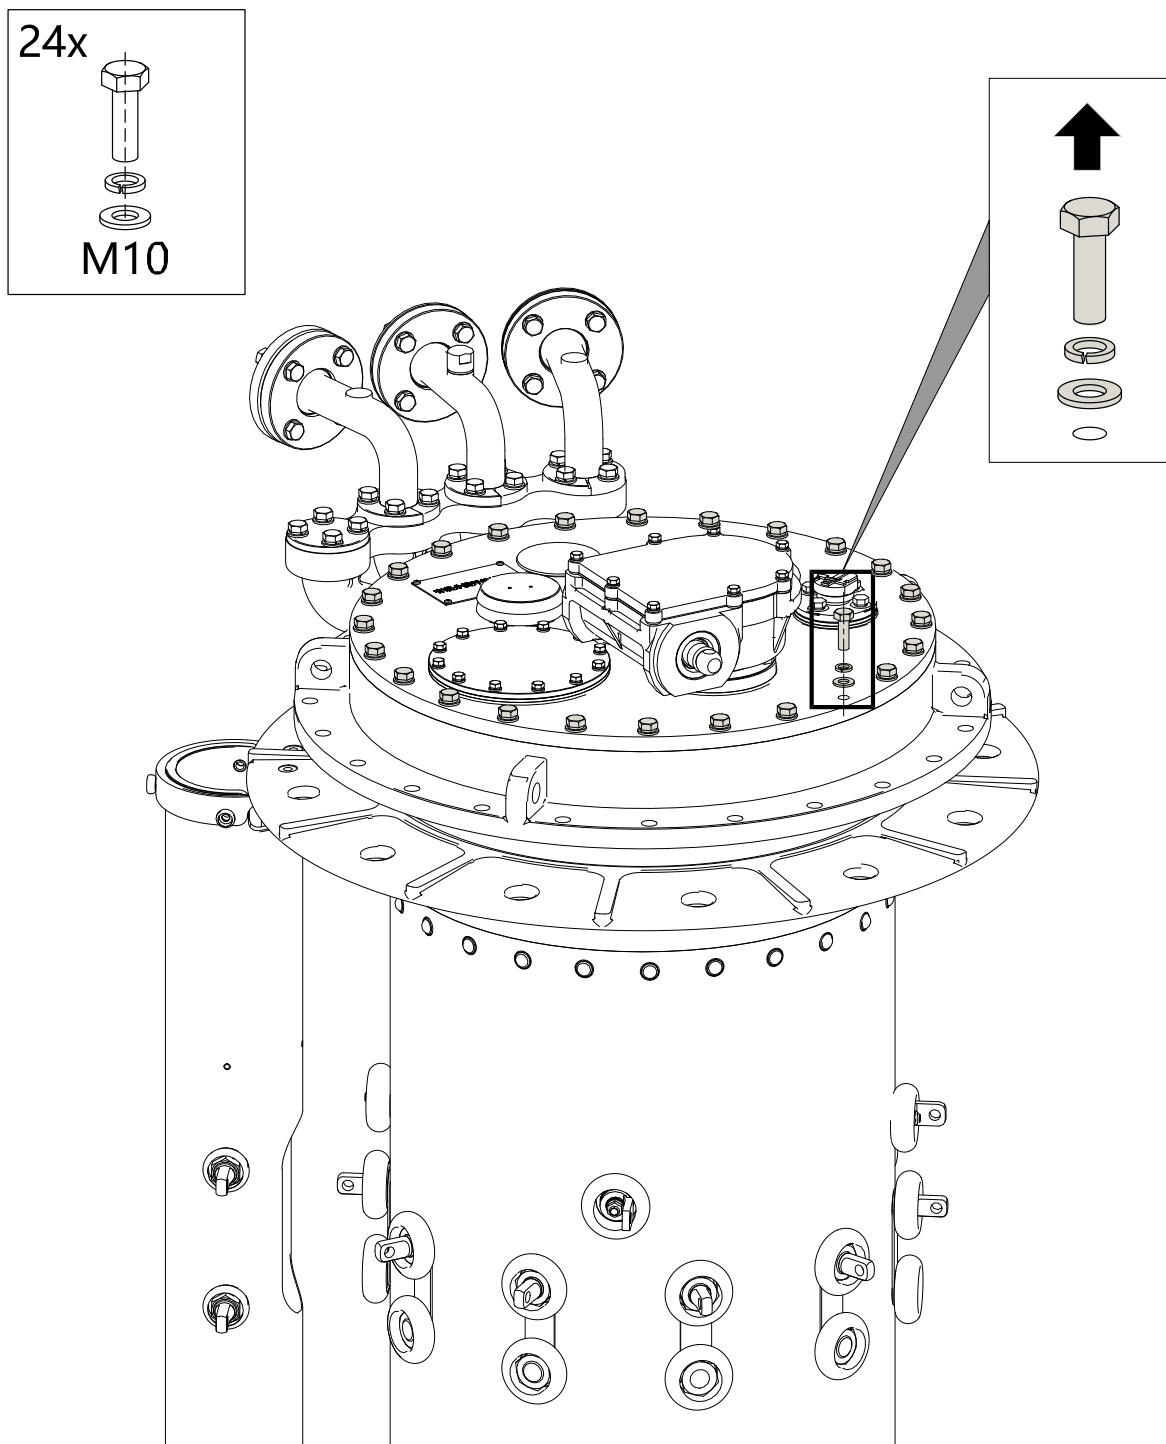

图 5-3 拆除顶盖螺栓
- 使用 17mm 开口 / 套筒扳手，拆除 24 套 M10 螺栓，每套配弹簧垫圈 x1、平垫圈 x1，从 OLTC 安装法兰上拆除顶盖螺栓（见图 5-3）。